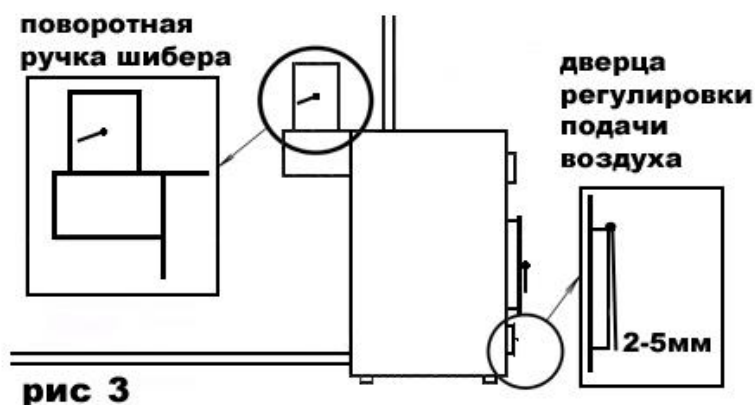

Рис. 3
9. – после того как воздух в отапливаемом помещении нагреется, прикройте дверцу регулировки подачи воздуха, оставив воздушный зазор примерно – 3-5мм (рис. 3), закройте на половину заслонку в дымоотводящем патрубке (если шибер итторный – то выдвинуть его до риски на итторке). Таким образом, будет обеспечена правильная работа котла и соответственно максимально эффективный, экономичный, комфортный режим работы, не требующий дополнительной регулировки, до тех пор, пока в топке не останется топлива менее десятой части от полной загрузки,
12. - если вы доложите больше топлива, чем находится в топке, более чем в три раза, то необходимо приоткрыть дверцу регулировки подачи воздуха под 30-45° относительно вертикали (рис 1), буквально на 5-10 минут, пока не займется дымом, не начнет тлеть вновь заложенное топливо (чем влажнее топливо - тем дольше), после чего необходимо вернуть дверцу регулировки подачи воздуха в положение 3-5мм зазора (рис. 3),